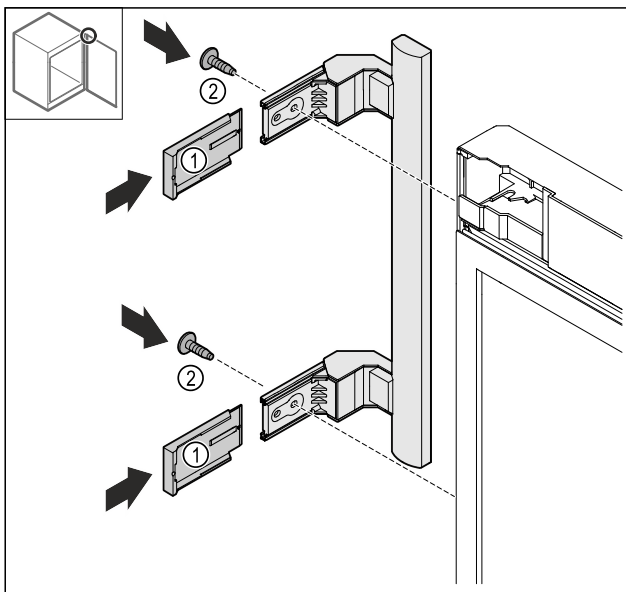

Fig. 17
- ▶ Abdeckungen Fig. 17 (1) aufschieben.